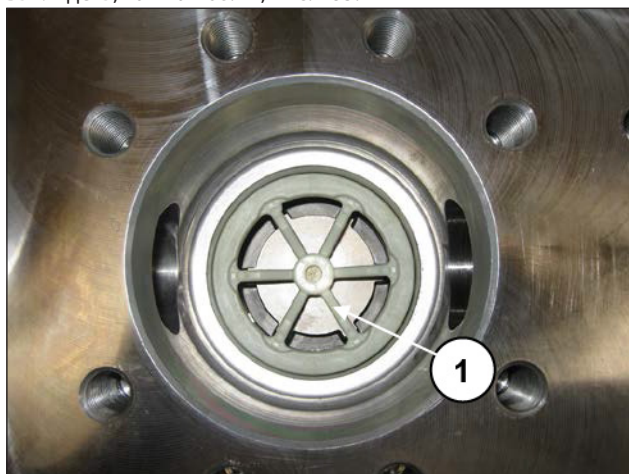

Рис. 183
Клапанный узел в сборе должен быть вставлен до упора и выглядеть, как на поз. ①, Рис. 183.